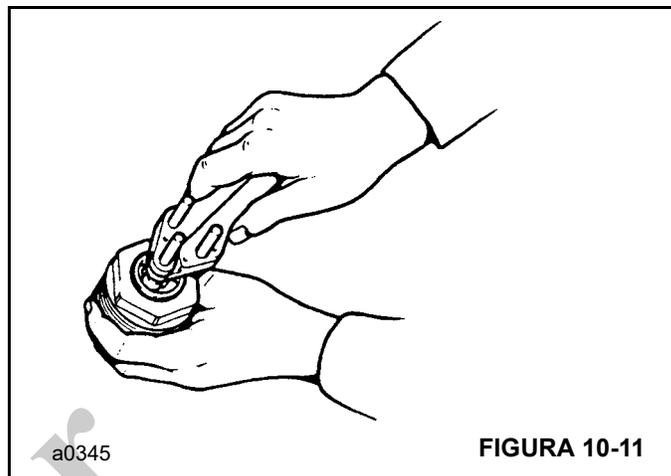

FIGURA 10-11
- c. Ubique el sello en la ranura de la tapa terminal (Figura 10-11). Cuando el sello está en posición, abra la herramienta para soltar el sello. Asegúrese que el sello está correctamente instalado en su ranura y luego retire la herramienta.